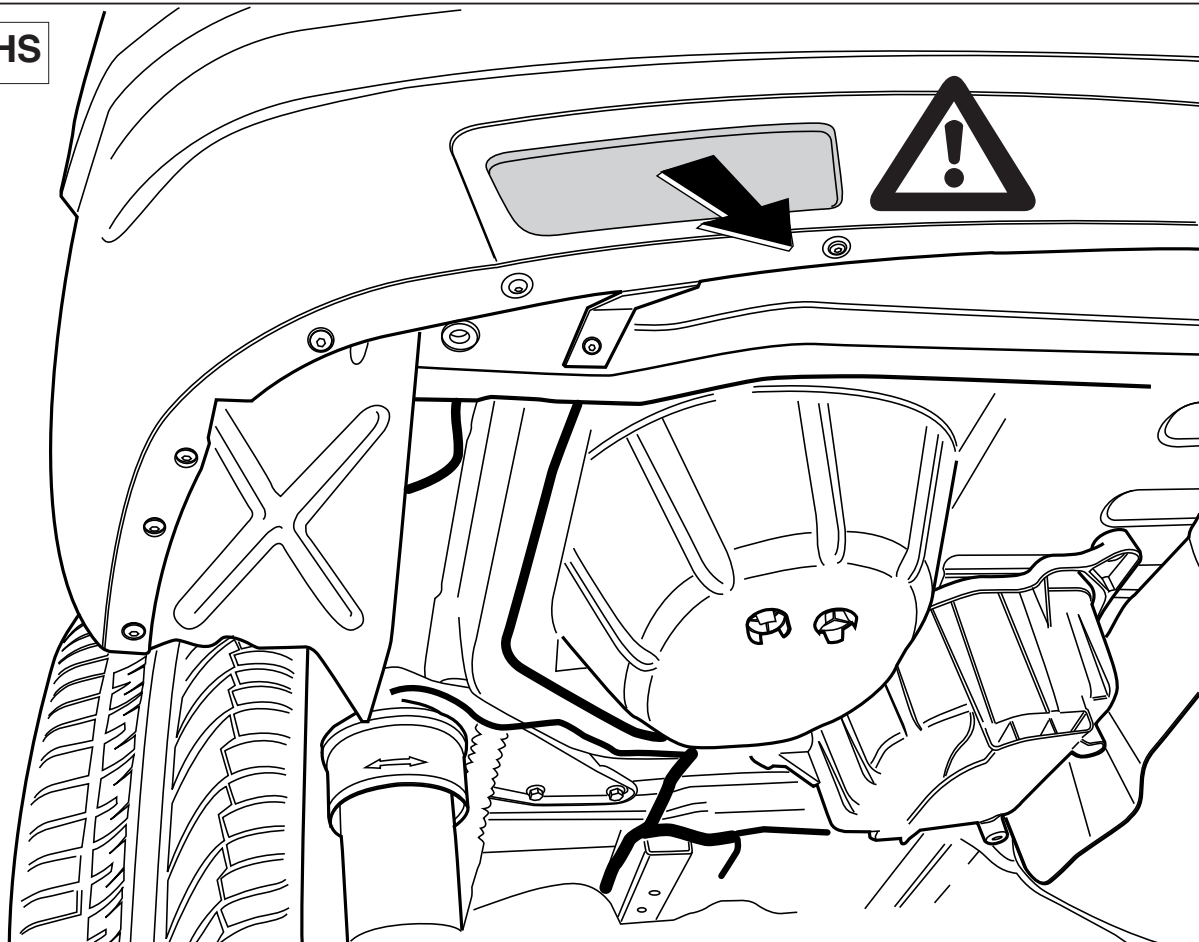

Fig.1
2. Частично снять противогрязевые щитки в надколесных дугах, чтобы облегчить доступ к рабочей зоне см. рис. 1.
1. Снять оба блока задних фар см. рис. 1. Выпилить из бампера в середине снизу часть размером 75 мм шириной и 22 мм глубиной.
3. Частично снять противогрязевые щитки в надколесных дугах, чтобы облегчить доступ к рабочей зоне (Вместе с болтами X) см. рис. 1.
10. Установить оба блока задних фар. см. рис. 1.